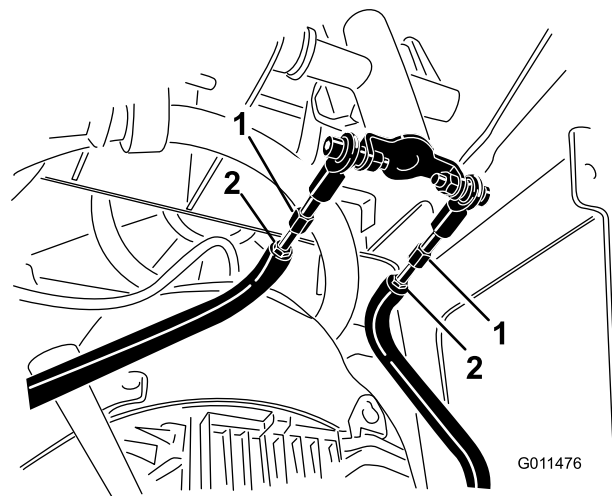

Рисунок 56
- Ослабьте контргайки на штоках привода под панелью управления (Рисунок 56).